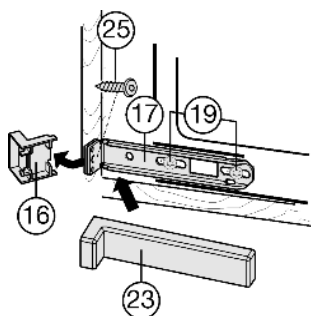

Fig. 20
- ▶ Desserrer un peu les vis Fig. 20 (19).
- ▶ Visser l'étrier Fig. 20 (17) inférieur à l'aide d'une vis à panneaux de particules Fig. 20 (25) $\varnothing 4 \times 19$ sur la paroi du meuble.
- ▶ Casser l'extrémité du cache Fig. 20 (16) qui dépasse. Elle ne sera plus utile.
- ▶ Bien serrer les vis Fig. 20 (19).
- ▶ Remettre le cache Fig. 20 (23) sur l'étrier Fig. 20 (17) inférieur.